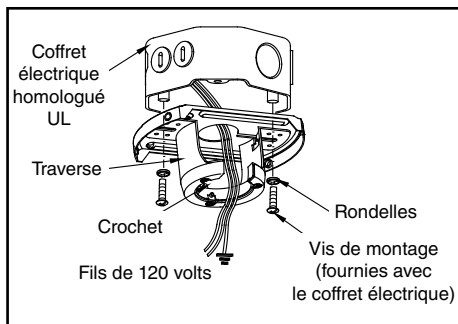

Figure 8
1. Faites passer les fils d'alimentation de 120 volts par l'orifice central de la traverse, tel qu'indiqué sur la Figure 8.
2. Fixez la traverse sur le coffret électrique à l'aide des vis de montage fournies avec le coffret électrique. Notez que le côté plat de la traverse est dirigé vers le coffret électrique. (Figure 8)